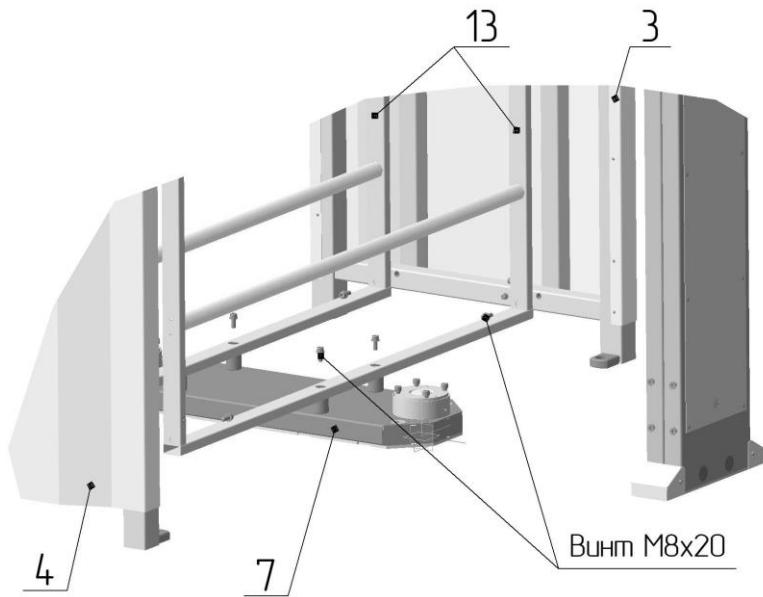

Рис. 3 Сборка стоек лицевых панелей с внутренними решетками 13 и напольной плитой 7
- к вертикальным стойкам лицевых панелей с внутренней стороны установите внутренние решетки **13** и закрепите винтами M8 к панелям и к плоскости напольной плиты **7** (рис. 3);